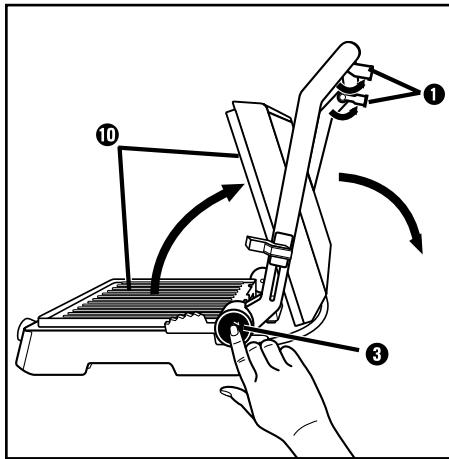

Abb.1
- 1) Klappen Sie die beiden Stützfüße **①** aus (Abb.1).
- 2) Drücken Sie die Entriegelungstaste  $180^\circ$  **③** (Abb.1) und öffnen Sie den Gerätedeckel so weit, dass beide Grillplatten **⑩** als Tischgrill benutzt werden können.